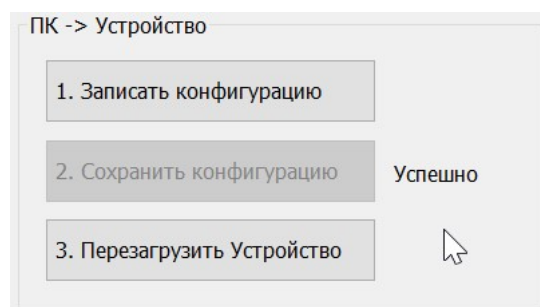

Рис. 9.85 Результат выполнения операции по сохранению конфигурации
- Нажмите кнопку «**2. Сохранить конфигурацию**», для сохранения загруженной конфигурации в энергонезависимой памяти. Рядом с кнопкой «**2. Сохранить конфигурацию**» появится надпись «Успешно» (Рис. 9.85). После успешного сохранения конфигурации её необходимо активировать, для этого надо перезагрузить устройство;